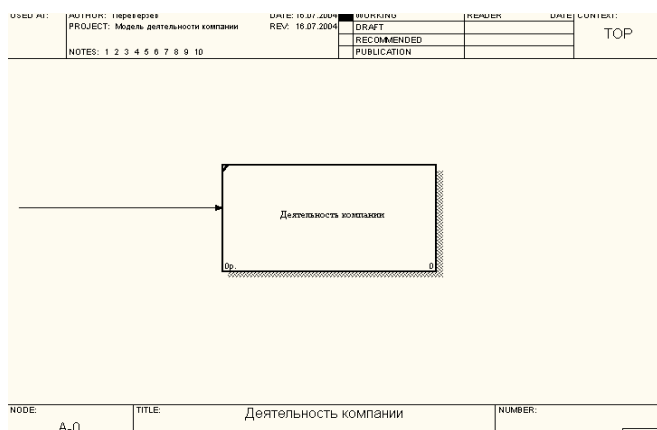

Рис. 20. Результат формирования стрелки входа Input
- А. Щелкните один раз по темной треугольной зоне на левой части работы со стороны входа (где заканчивается стрелка), во внутрь прямоугольника, где появится темная треугольная зона. В результате сформируется стрелка входа Input (рис. 20).